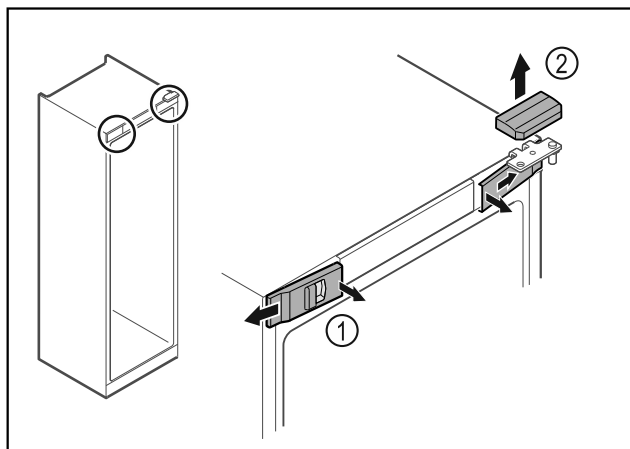

Fig. 12
- Disinnestare le coperture anteriori Fig. 12 (1) dall'interno ed estrarle lateralmente.
- Rimuovere la copertura superiore Fig. 12 (2) sollevandola verso l'alto.